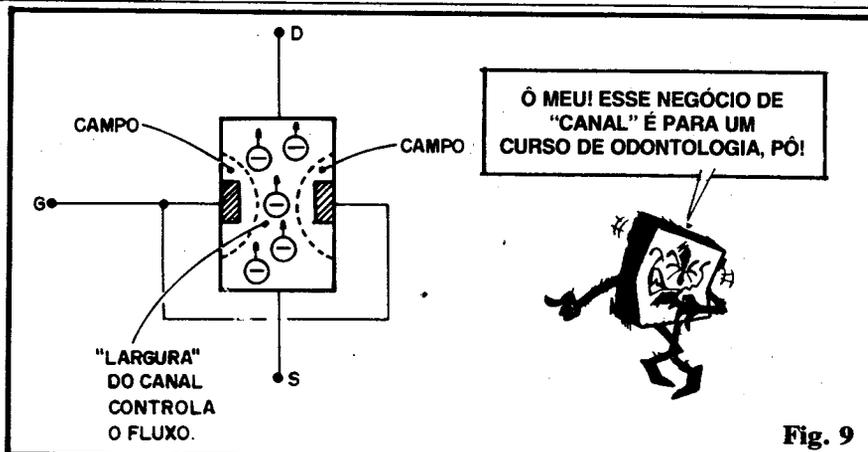

Fig. 9
**FIG. 9** - O próprio nome dos terminais, ilustra bem suas funções: “S” é a **fonte** (**source**) de elétrons, portadores da corrente. Deve, portanto, “sobrar” elétrons por aí, com o que o terminal deve ser ligado ao **negativo** da alimentação... “D” é o **dreno** (**drain**), ou seja, o ponto onde a “falta” de elétrons permite a recepção do fluxo... “Falta” de elétrons corresponde, como sabemos, ao “lado” **positivo** da alimentação, ao qual o dito terminal deve ser ligado... “G” é a **porta** (**gate**) através de cuja “abertura”, maior ou menor, podemos controlar literalmente a **quantidade** de corrente, ou seja: o próprio fluxo de elétrons entre a **fonte** e o **dreno**. Isso se dá da seguinte maneira: com **tensão** “zero” aplicada ao terminal de comporta (“G”), praticamente nada interfere com o trânsito da corrente, e o TEC comporta-se como um mero “resistor” (entre D e S). Já (se num TEC de “canal N”, como o exemplificado...) aplicarmos uma tensão **negativa** ao terminal G, forma-se um **campo elétrico**, uma “área de depleção”, também negativa, em torno do material N. Esse campo de expande na proporção do “quanto” de tensão